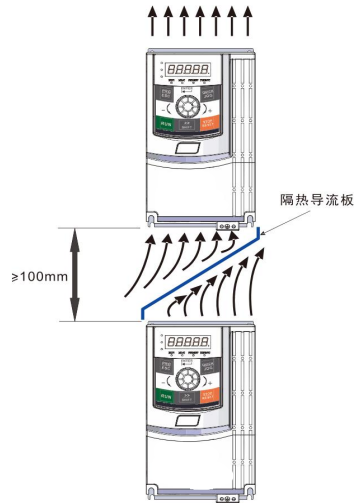

图3-2. CM530H变频器安装示意图
- 1) 请垂直安装变频器，便于热量向上散发。但不能倒置。若柜内有较多变频器时，最好是并排安装。在需要上下安装の場合，请参考图3-2的示意，安装隔热导流板。